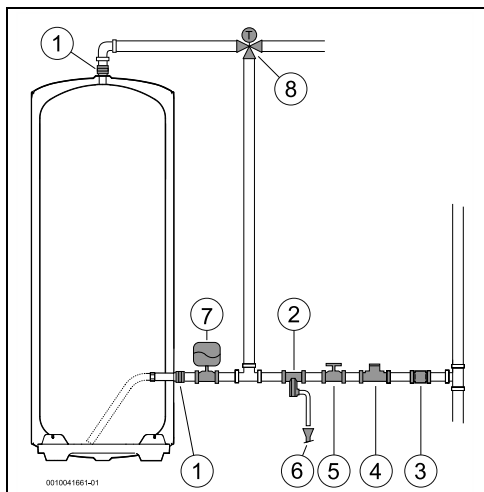

Fig. 7 Conexión de agua (300)
- ▶ Cerrar la válvula de cierre de agua (→ fig. 7, [5]).
- En caso de usar tubos PEX, instalar una regulación termos-tática (fig. 7, [8]) en la tubería de salida del aparato. Ajustarla para cumplir con el rendimiento del material usado.
- instalar una válvula de reducción de presión (Fig. 7, [4]). La válvula de seguridad se activará siempre que la presión del agua en el aparato sea superior a 8 bar ($\pm 0,5$ bar), en este caso deberá existir la posibilidad de desviar el agua.
- instalar un vaso de expansión (Fig. 7, [7]) para evitar que la válvula de seguridad se abra con tanta frecuencia. El volumen del vaso de expansión debe ser equivalente al 5% del volumen del dispositivo.